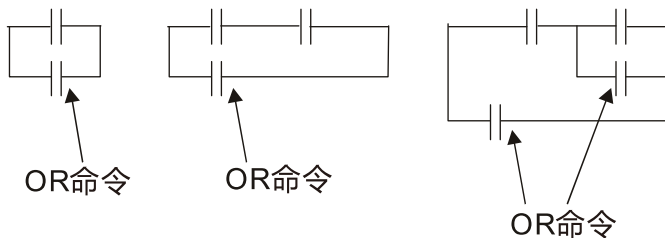

图 16-33
3. **OR (ORI) 命令**: 单一装置接于一装置或一区块的组合。如下图 16-33 所示: